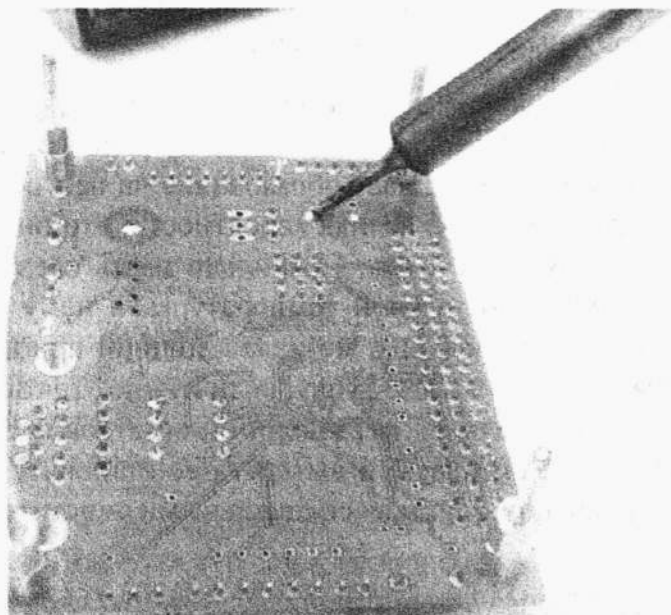

Рис. 8.4. Удобнее всего держать паяльник под углом 30–45 градусов к поверхности платы
- ✓ **Держите паяльник под углом 30–45 градусов к рабочей поверхности (рис. 8.4).** При использовании зазубренного наконечника плоская часть кончика жала будет находиться как раз параллельно поверхности печатной платы, обеспечивая дополнительное удобство при пайке соединений.